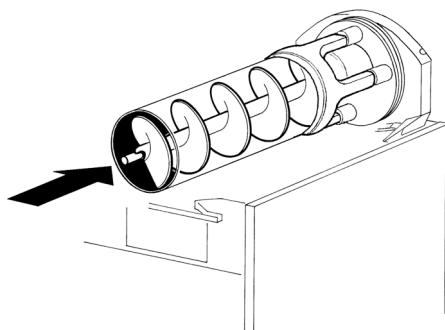

Bild 15
- 5 Die innere Schnecke in den Verdampfer einsetzen; Dabei ist darauf zu achten, daß die innere Schnecke aufgrund der hohen Magnetkraft nicht zu hart gegen die Rückwand schlägt. Es ist daher ratsam, die innere Schnecke mit Daumen und Zeigefinger an der Spitze gut festzuhalten (Bild 15).